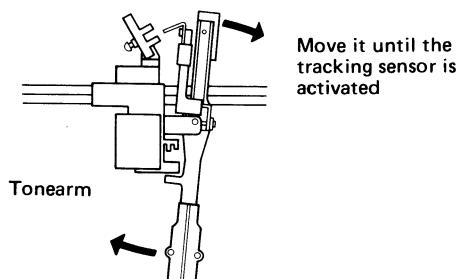

Figure 44-3
3. With the connector CNP118 shorted, move the tonearm by hand in the inner direction until the tracking sensor is activated completely. See Fig. 44-3.
- Bei kurzgeschlossenem Anschluß CNP118 den Tonarm mit der Hand nach innen bewegen, bis der Abtastensor vollkommen in Betrieb gesetzt ist. Siehe Abb. 44-3.
- Quand le connecteur CNP118 est en court-circuit, déplacer le bras à la main vers l'intérieur jusqu'à ce que le senseur de pistage est complètement en action. Voir la Fig. 44-3.